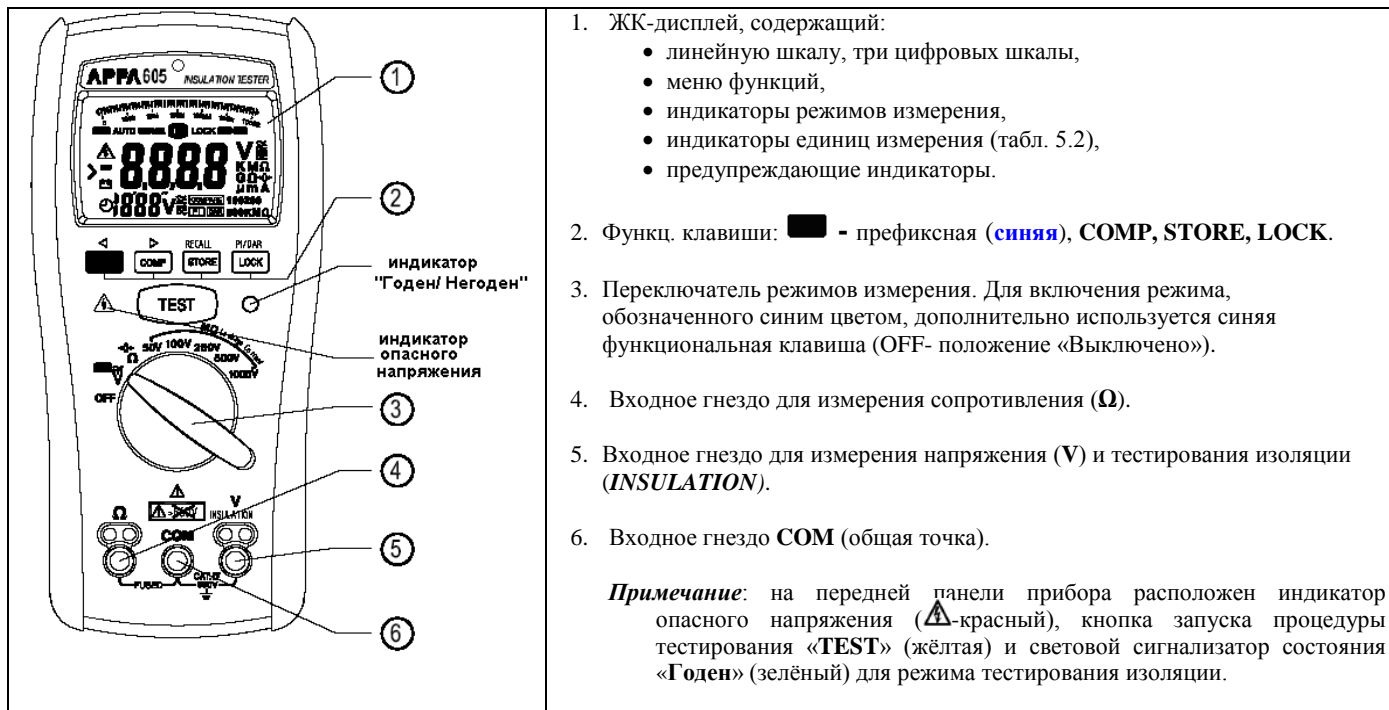

Рис. 5.1 Органы управления и индикации APFA-605
Функциональные клавиши (п. 2, рис. 5.1) обеспечивают задание общих параметров тестирования, состояния прибора или выбора функций измерения.
- изменение режимов измерения, в пределах установленных переключателем 3 (рис. 5.1) путем последовательного нажатия на клавишу.